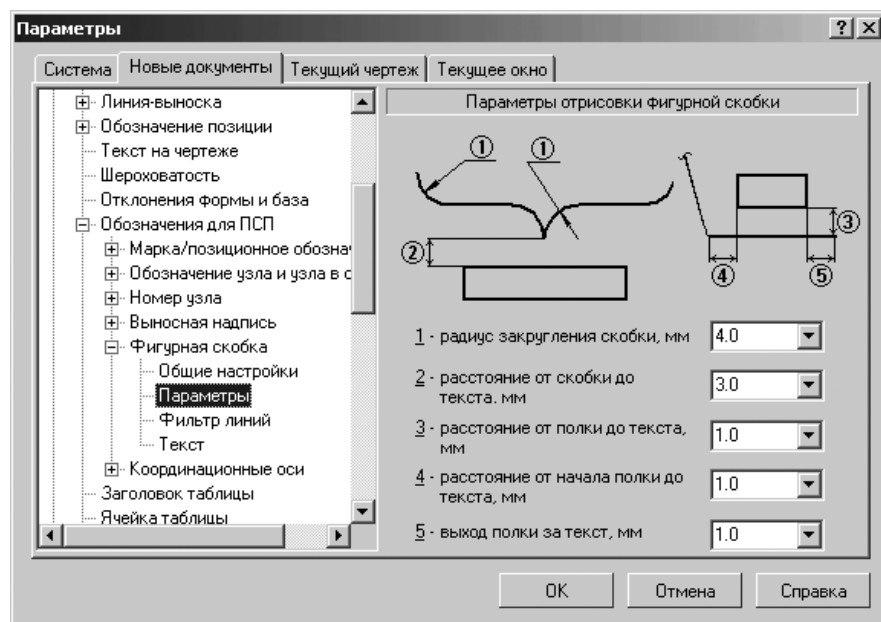

Рис. 10.65. Диалоговое окно **Параметры** с открытой вкладкой **Новые документы** и панелью **Параметры отрисовки фигурной скобки**
- щелкните в списке настраиваемых элементов **Фигурная скобка** по пункту **Параметры**. В правой части появится панель **Параметры отрисовки фигурной скобки**, показанная на рис. 10.65;